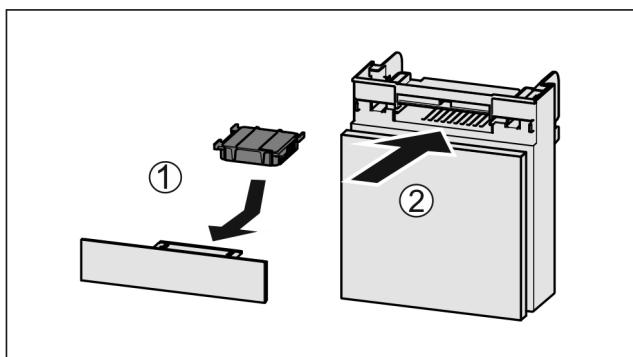

Fig. 156
- Поставете Fig. 156 (1) филтъра с активен въглен, както е показано на фигурата.
- Вкарайте Fig. 156 (2) отделението.